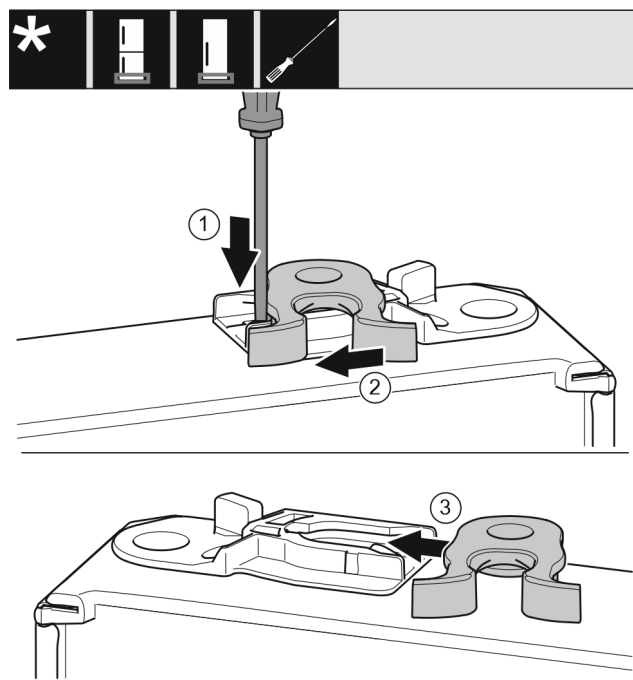

Fig. 18
- С плоска отвертка натиснете езичето Fig. 18 (1) надолу.
- Извадете затварящата кука Fig. 18 (2) от водача.
- Вкарайте затварящата кука Fig. 18 (3) във водача от другата страна.